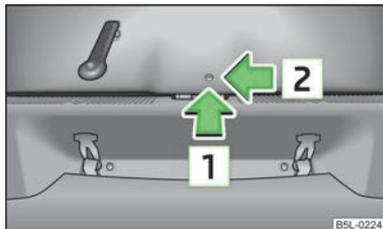

Abb. 17
- › In die Öffnung in der Verkleidung in Pfeilrichtung » Abb. 17 einen Schraubendreher oder ein ähnliches Werkzeug bis zum Anschlag einführen.